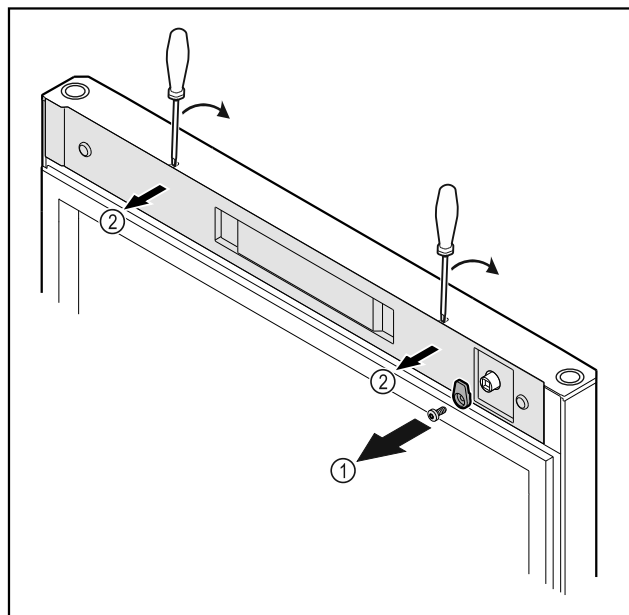

Fig. 16
- ▶ Atsukite uždarymo kabliuką Fig. 16 (1).
- ▶ Atfiksokite dengiamąją plokštelę Fig. 16 (2) mažu atsuktuvu ir nuimkite.